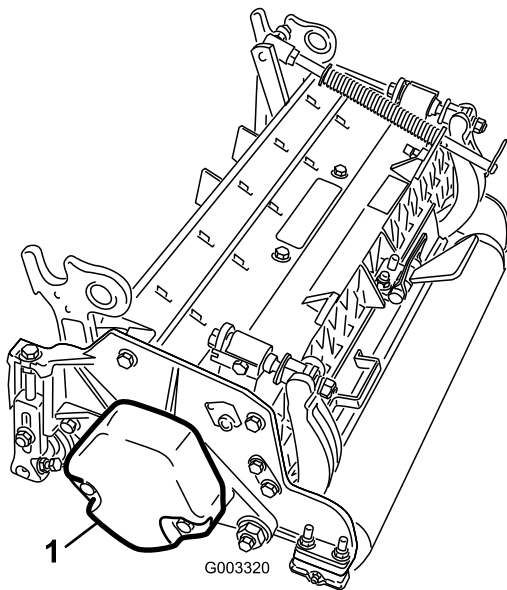

Bild 15
- Entfernen Sie an den Mähwerken Nr. 2, Nr. 4 und Nr. 6 die zwei Kopfschrauben, mit denen das Gegengewicht links am Mähwerk befestigt ist. Nehmen Sie das Gegengewicht ab (Bild 15).